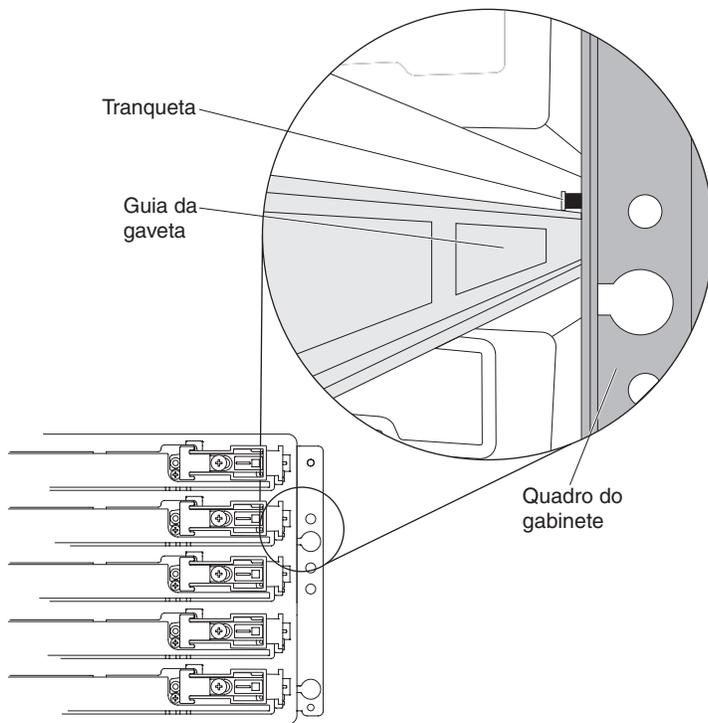

Figura 87. Tranqueta localizada acima da guia da gaveta
- a. Na parte frontal do gabinete de expansão de armazenamento, instale a nova gaveta de unidade no slot, certificando-se de que a tranqueta esteja localizada na parte superior da guia da gaveta. A tranqueta é uma pequena peça de alinhamento conectada ao quadro. A Figura 87 na página 134 mostra o local da tranqueta, mostrado na parte frontal do gabinete.